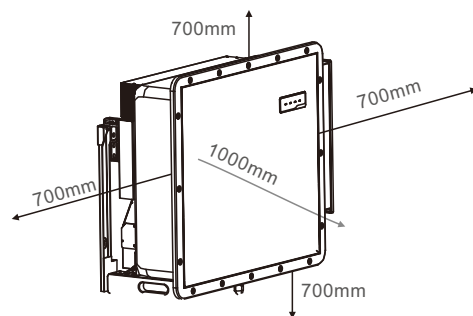

图3.1 逆变器的安装间隙
- 如果现场安装了多台逆变器，则每台逆变器与所有其他安装设备之间应保持至少700mm的间隙。逆变器底部距离地面至少700mm（见图3.1）。